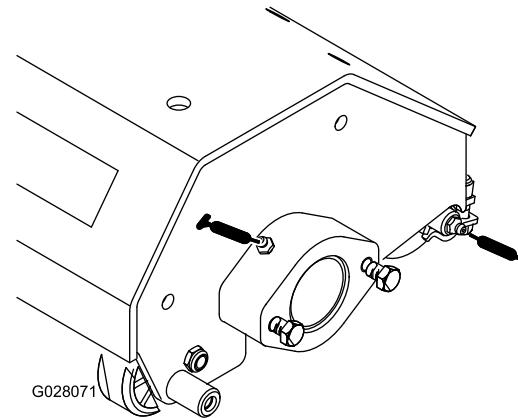

Figura 11
2. Aplique massa nos rolamentos do eixo do arranca-grampos e nos rolamentos do rolo traseiro (Figura 11) até sentir pressão.